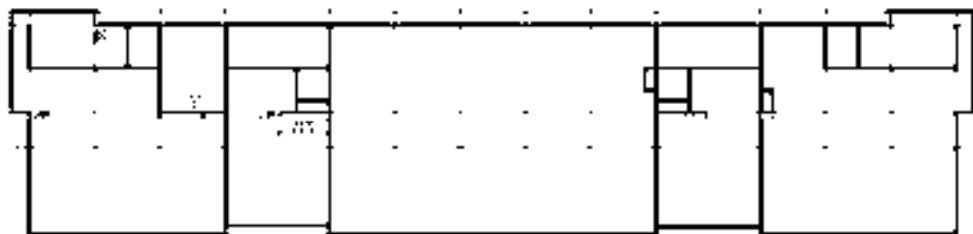

图 15-8 绘制墙体
3) 继续在轴网上单击指定墙体的各点，完成办公楼墙体图形的绘制，结果如图 15-8 所示。